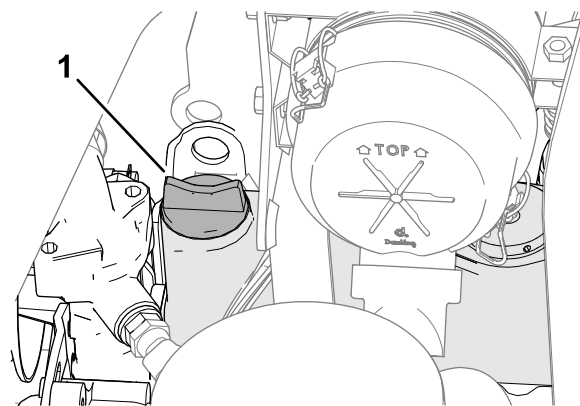

Рисунок 64
5. Если уровень масла ниже допустимого, снимите крышку маслозаливной горловины (Рисунок 64) и постепенно, небольшими порциями долейте масло, периодически проверяя его уровень, до отметки «Полный» на масломерном щупе.